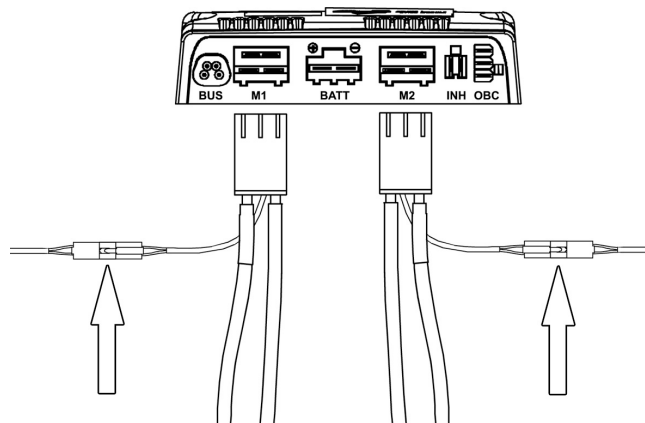

Abbildung 61. Elektrischer Anschluss der Magnetbremse.
4. Magnetbremse am Kabelbaumanschluss neben dem Anschluss zur Endstufe anschließen. Siehe Abbildung. 61.